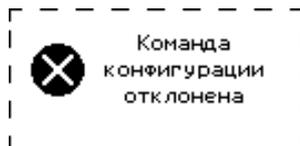

Рис.6.5 Ошибка выполнения команды конфигурации
**Примечание** - Если вводимый код уже записан под другим порядковым номером, будет выдан тройной звуковой сигнал, на ЖК-дисплее отображается сообщение с ошибкой выполнения команды конфигурации (рисунок 6.5). Необходимо ввести другой код или удалить ранее введённый.